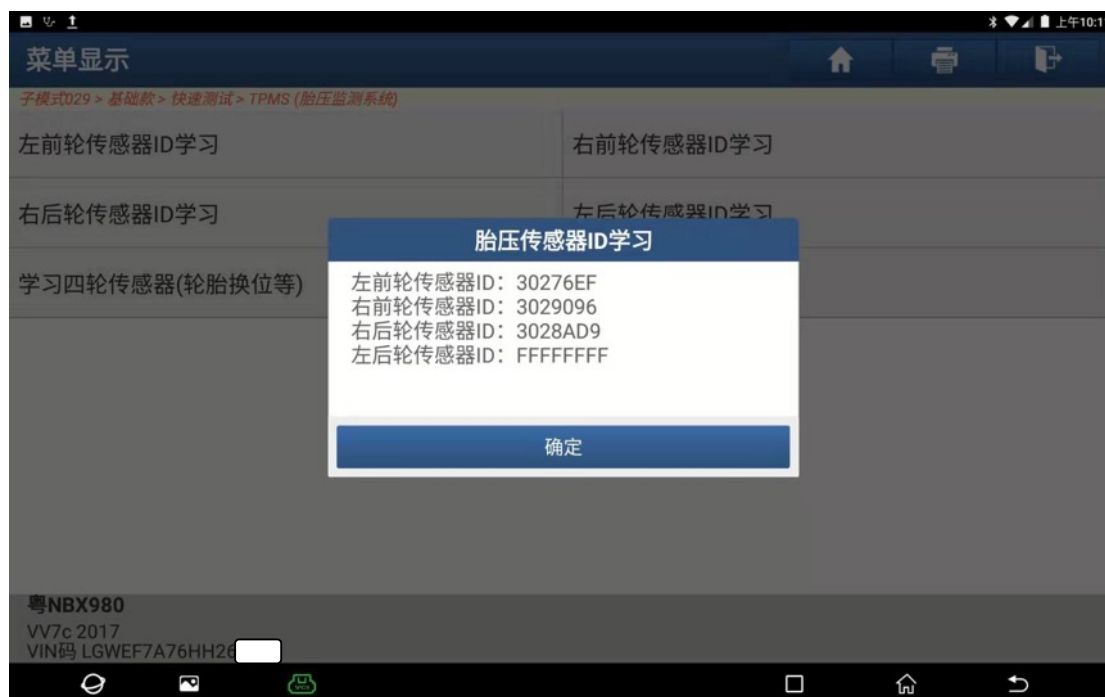

图 20
20). 左前、右前、右后传感器 ID 学习成功, 剩余左后传感器未学习, 点“确定”, 如图 20: